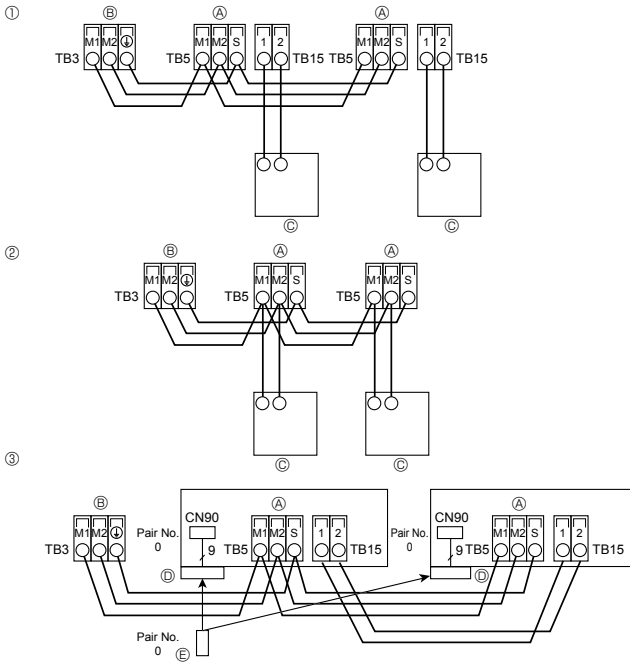

Fig. 4-3
4.4. Uzaktan kumanda ünitesi, iç ve dış iletim kablolarının bağlanması (Fig. 4-3)
- ① MA Uzaktan kumanda ünitesi
- ② M-NET Uzaktan kumanda ünitesi
- ③ Kablosuz uzaktan kumanda (Kablosuz sinyal alıcı monte edilirken)